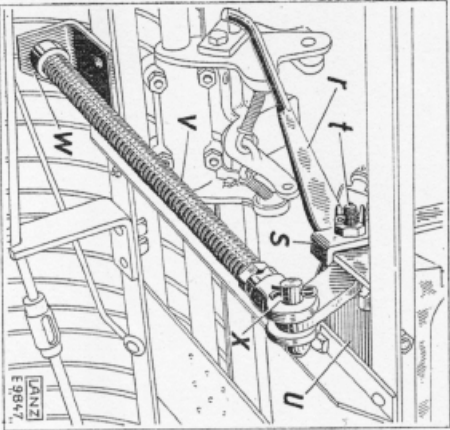

Bild 9. Pufferfeder.
m) Fußhebel „r“ (Bild 9) und Handhebel „s“ mittels der 4kt. Schraube „t“ am Gußstück „u“ drehbar befestigen. Kronmutter versplintn.